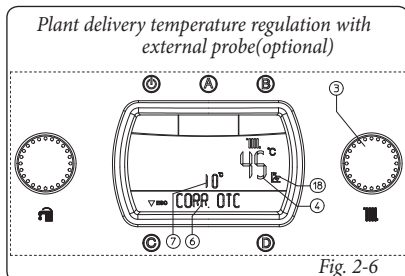

Fig. 2-6
- **Priority domestic water function.** By pressing button "B" deactivate the priority domestic water function that is signalled by the switch-off of the symbol (15) on the display (24). The disabled function keeps the water contained in the cylinder at a temperature of 20°C for 1 hour, giving functioning priority to environmental heating.
- **Functioning with external probe (Fig. 2-6) optional.** If the plant has an optional external probe, the boiler delivery temperature for environmental heating is managed by the external probe depending on the external temperature measured (Par. 1.6 and Par. 3.7 under "THERMOREG"). It is possible to modify the delivery temperature from -15°C to +15°C with respect to the regulation curve (Fig. 1-8 Offset value). This correction, which can be activated using selector switch (3) is
(3) и съответната температура се извежда на екрана (24) посредством индикатор (4) и се почва надпис "SET RISC" (Фиг. 2-4). Завъртайки ключа (3) в посока на часовниковата стрелка температурата се повишава, в посока обратна на часовниковата стрелка се намалява.
- **Режим на работа превес санитарен.** С натискане на бутоната "B" се деактивира предходният санитарен режим, което се вижда от изключването на символа (15) върху екрана (24). Деактивираният режим поддържа водата вътре в бойлера при температура от 20°C за време от 1 час, като дава превес на отопление помещението.
active for any external temperature measured. The modification of the offset temperature is displayed using the indicator (7). This (4) displays the current delivery temperature and after a few seconds from the modification is updated with the new correction. "CORR OTC" appears on the display (Fig. 2-6). By turning the selector switch (3) in a clockwise direction the temperature increases and decreases it is turned in an anti-clockwise direction.